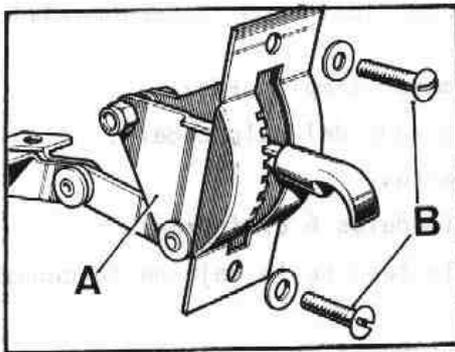

Fig. Q-38 Desmontaje del mando de accionamiento
- 1.3. Desmontar el mando de accionamiento, A (Fig. Q-38) de las clapetas, soltando sus elementos de fijación, B.